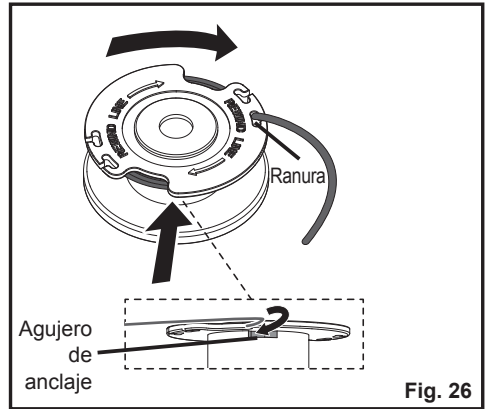

Fig. 26
4. Introduzca el sedal en uno de los dos orificios de anclaje situados en la parte superior de la bobina. Enrolle el sedal alrededor de la bobina en el sentido de las agujas del reloj, como indican las flechas de la bobina (Fig. 26).
5. Coloque el extremo del sedal en una ranura de estacionamiento situada en la tapa superior de la bobina, dejando parte del sedal fuera (Fig. 26).